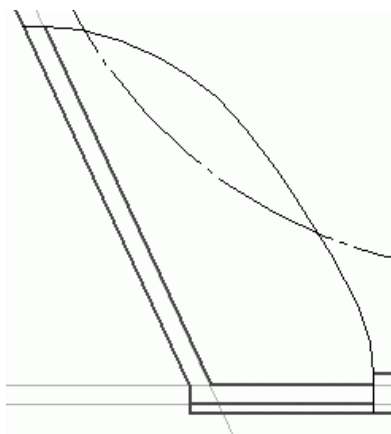

Рис. 2.116. Начало построения выреза в корпусе
2. По построенным вспомогательным прямым начните создание выреза (рис. 2.116): дорисуйте внутреннюю поверхность стенки корпуса, удалите ненужные дуги и линии (при помощи команды Усечь кривую) и создайте линию-границу разреза (команда – Кивая Безье, стиль линии – Для линии обрыва).